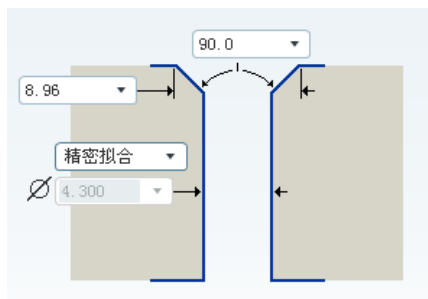

图 5.14.19 埋头螺钉过孔
- 在操控板中单击 , 再单击 , 则螺孔形式如图 5.14.19 所示。